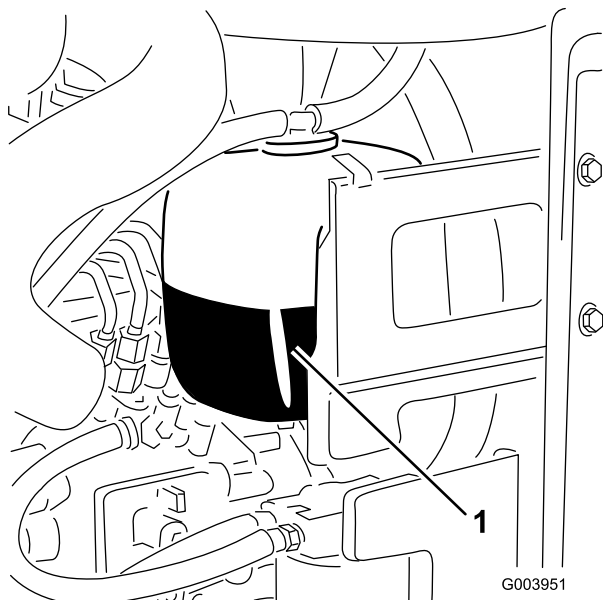

Figura 34
1. Controllate il livello di refrigerante nel serbatoio di espansione (Figura 34).